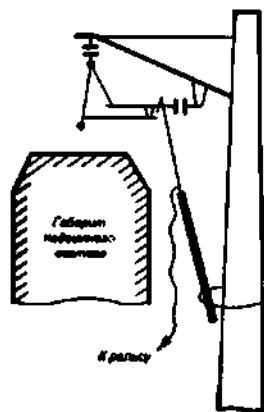

Рис.6
8.3.18. Заземляющие штанги следует устанавливать в пределах одного блок-участка и присоединения к одному и тому же тяговому рельсу (рис. 6). **Заземляющие штанги не допускается устанавливать непосредственно у места работы во избежание нарушения контакта.**